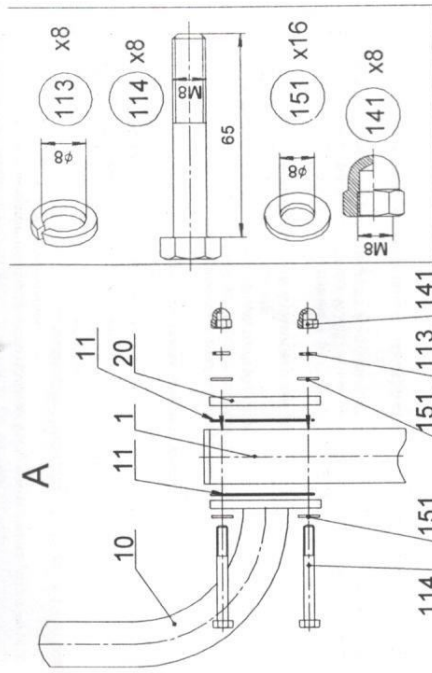

Рис.6
12.3.3.1 Установить и закрепить рукоятки поз.10 (рис.6)